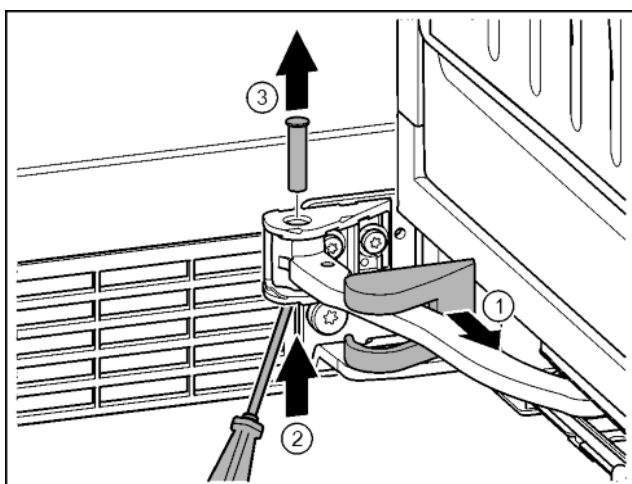

Fig. 18
- Noņemiet gultņa balsta pārsegu un bīdiel gar šarnīru. Fig. 18 (1)
- Tapu ar pirkstu vai skrūvgriezi paceliet no apakšas. Fig. 18 (2)
- Ievietojiet skrūvgriezi zem tapas galvas un izvelciet. Fig. 18 (3)